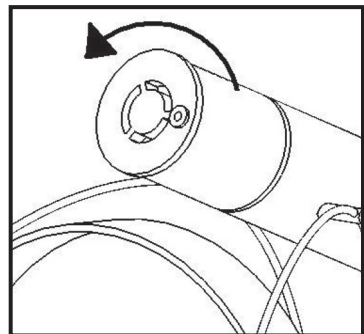

Abb. 5: Ausbau des v600 Illuminatoremoduls
- 3) Erfassen Sie diesen Einstellstift vorsichtig und drehen Sie ihn, wie in Abb. 5: Polarisierungseinstellung gezeigt.
- 4) Nehmen Sie das alte Illuminatoremodul aus dem Optiktubus, indem Sie es wie in Abb. 5: Ausbau des v600 Illuminatoremoduls